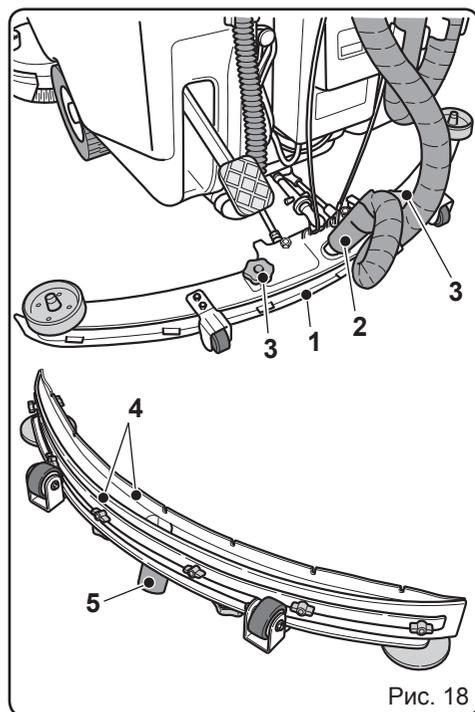

Рис. 18
10.1.c - Уход за всасывающей балкой (Рис. 18)